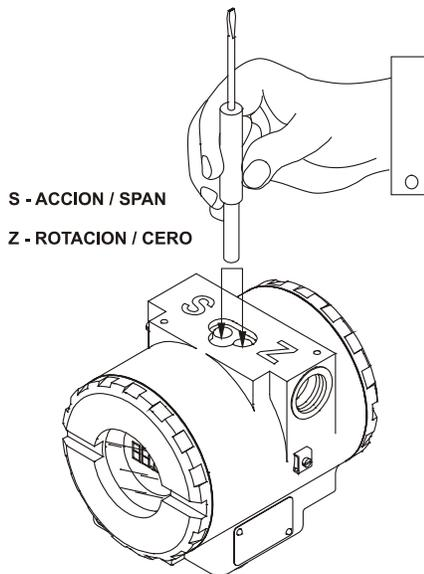

Figura 4.1 – Ajuste Local de Cero y Span y Llaves de Ajuste Local
El transmisor tiene, abajo de la placa identificadota, orificios para dos llaves magnéticas activadas por el destornillador magnético (Figura 4.1)
- ✓ Introduzca el destornillador magnético en el orificio de ajuste de Cero (Z) (Figura 4.1).